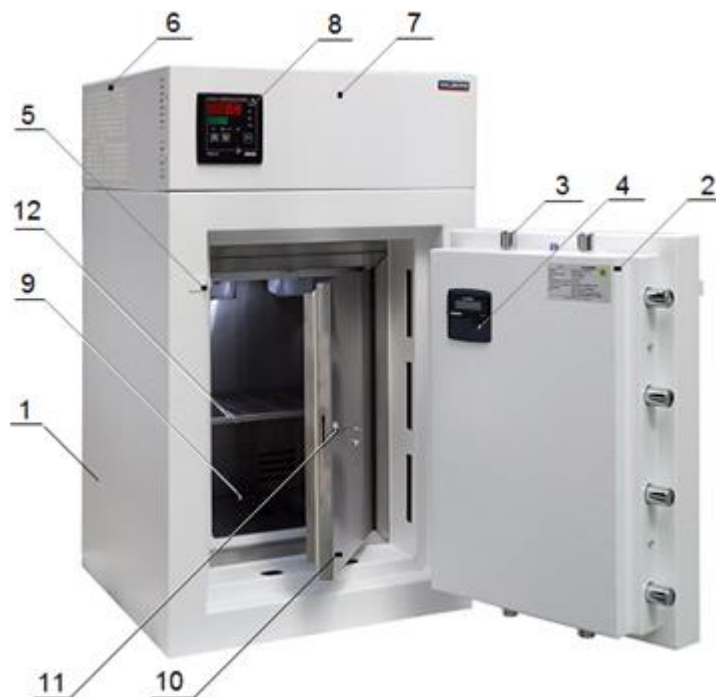

Рис.1. Общий вид сейфа-термостата медицинского.
4.1 Изделие медицинское, изготовленное на базе сейфа (1) (рис.1), снабжено дверью (2) с ригелями (3), устройством для опечатывания (5), блоком электроники (6) и блоком управления (7) с измерителем-регулятором (8). В объеме сейфа установлена рабочая камера термостата (9), которая оснащена дверью (10) с замком (11). На моделях сейфов-термостатов IV класса устойчивости к взлому устанавливаются электронные счетчики открывания двери сейфа (4).
4.5 На фронтальной стороне блока управления сейфа-термостата размещен измеритель-регулятор (8), рис.1 и 3.